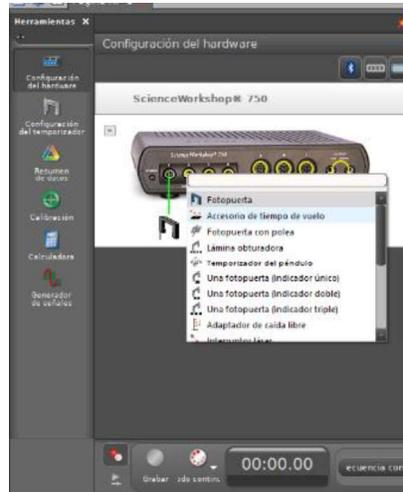

Figura No. 4
4. Dando un clic sobre el canal 2 de la interfaz y de la lista de sensores mostrada debe seleccionar **<Accesorio de tiempo de vuelo>** (Figura No. 4).